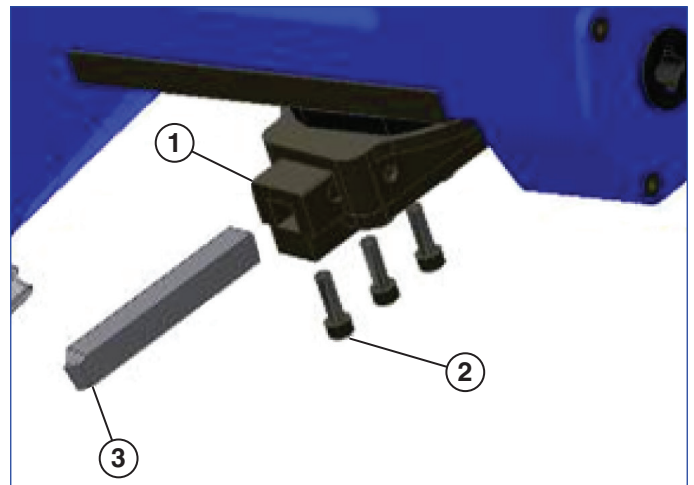

Abb. 7
5. Installieren Sie den Werkzeugeinsatz im Werkzeugblock (siehe Abb. 7). Achten Sie darauf, dass die Schneidfläche von den Werkzeugeinsatzschrauben weg zeigt. Positionieren Sie den Werkzeugeinsatz so, dass ca. 12,7 - 19,05 mm davon unten aus dem Werkzeugblock herausragen; ziehen Sie die 3 Werkzeugeinsatz-Einstellschrauben an.